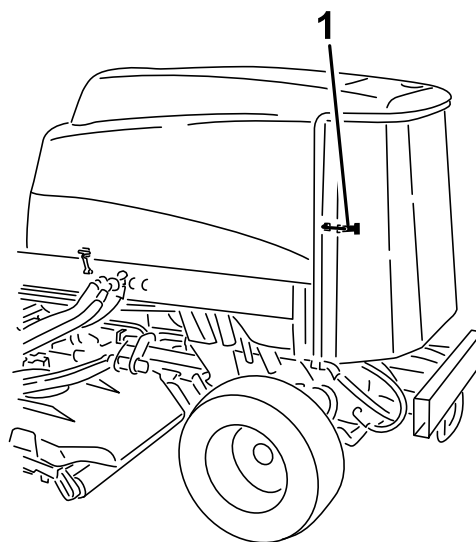

Figura 85
3. Desenganche y abra la rejilla trasera (Figura 85).